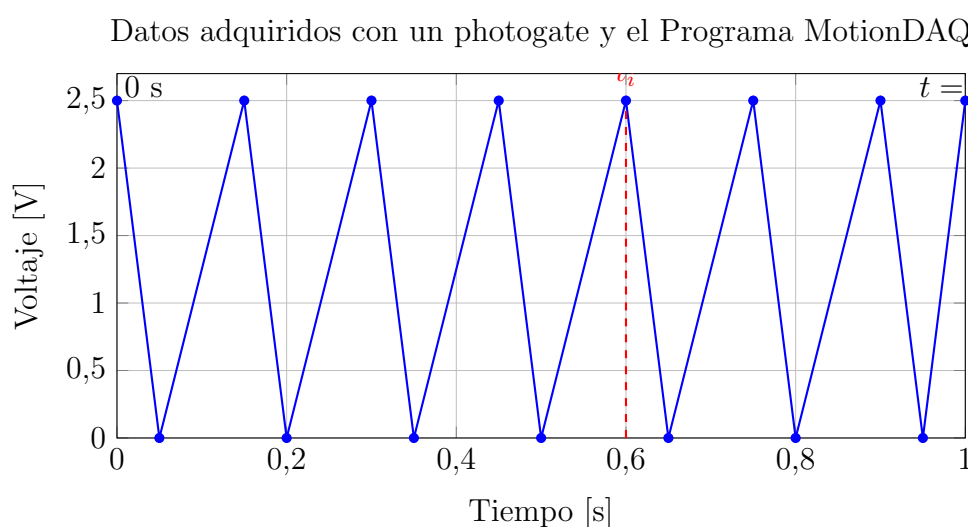

Figura 1: Datos del photogate mostrando picos periódicos cuando el péndulo interrumpe el haz
Para medir el período de un péndulo en pequeñas oscilaciones, se utiliza un "sensor de fotopuerta" (photogate) con el que se obtiene el gráfico de la Figura 1.
1. ¿Con qué frecuencia de adquisición de datos se tomaron las mediciones de la Figura 1?
2. Exprese cuál es el valor del tiempo t_i marcado en la Figura 1.